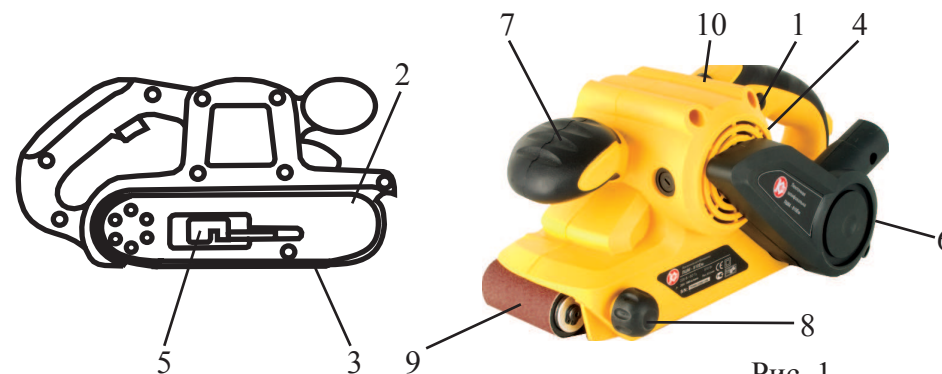

Рис. 1
4.1 Общий вид шлифмашины представлен на рис. 1